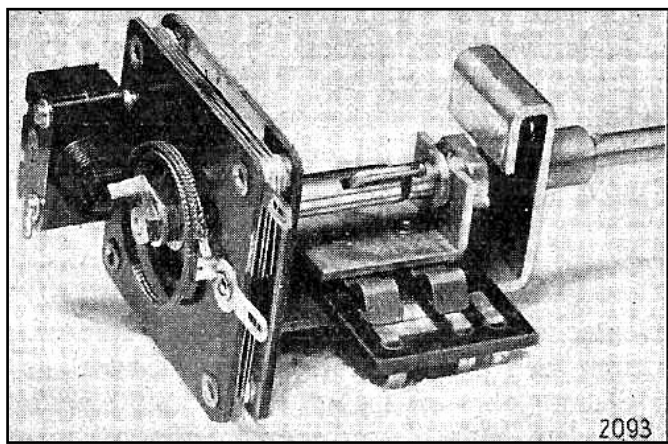

Abb. 17.
**Graetz-Radio** Die Sparschaltung beim Einkreiser «Topas» begegnet denkbar grösstem Interesse, ermöglicht sie es doch, dieses ganz besondere leistungsfähige Zweiröhrengerät auch mit «Durchschnittsleistung» und dabei mit fast auf die Hälfte verringertem Stromverbrauch arbeiten zu lassen. Die Umschaltung ist sehr einfach: die beiden Anodenwicklungen des Netztransformators tragen einfach eine Anzapfung, so dass die Gleichrichterröhre bei «Sparschaltung» mit niedrigeren Anodenspannungen betrieben wird und infolgedessen auch die an den Röhren und an der Feldspule des Lautsprechers liegenden Spannungen niedriger sind. Gleichzeitig wird der Spannungsteiler für die Schirmgitterspannung der Audionröhre mit umgeschaltet, um diese für die Empfindlichkeit wichtige Spannung konstant zu halten. Der Umschalter ist so konstruiert, dass er nur bei abgeschalteter Netzspannung betätigt werden kann (Abb. 17).